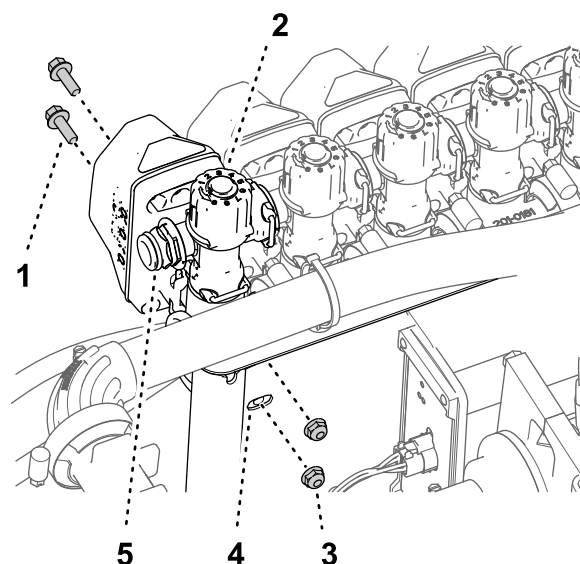

Figura 106
- Monte a válvula do bico 10 na montagem da válvula (Figura 106) com os dois parafusos de cabeça flangeada (¼ pol. x ¾ pol.) e as duas porcas de bloqueio flangeadas (¼ pol.) que retirou no passo 2 de Remoção das válvulas de secção da montagem do coletor (página 36).